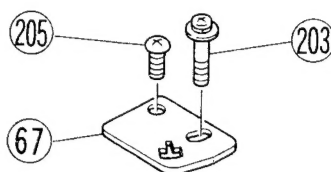

Figure 9
1. Unsolder the five lead-wires on Phono PWB Assy (67) coming from tonearm.
2. Remove the Phono PWB Assy which is mounted to the Bracket K (47) by two Screws, (203) and (205) (Fig. 9).
1. フォノ PWB assy (67) 上のトーンアームを結ぶ5本のリード線を取りはずす。
2. 2つのビス(203)、(205)をとり、ブラケット(47)に取り付けられているフォノ PWB assy をはずす。(図9)